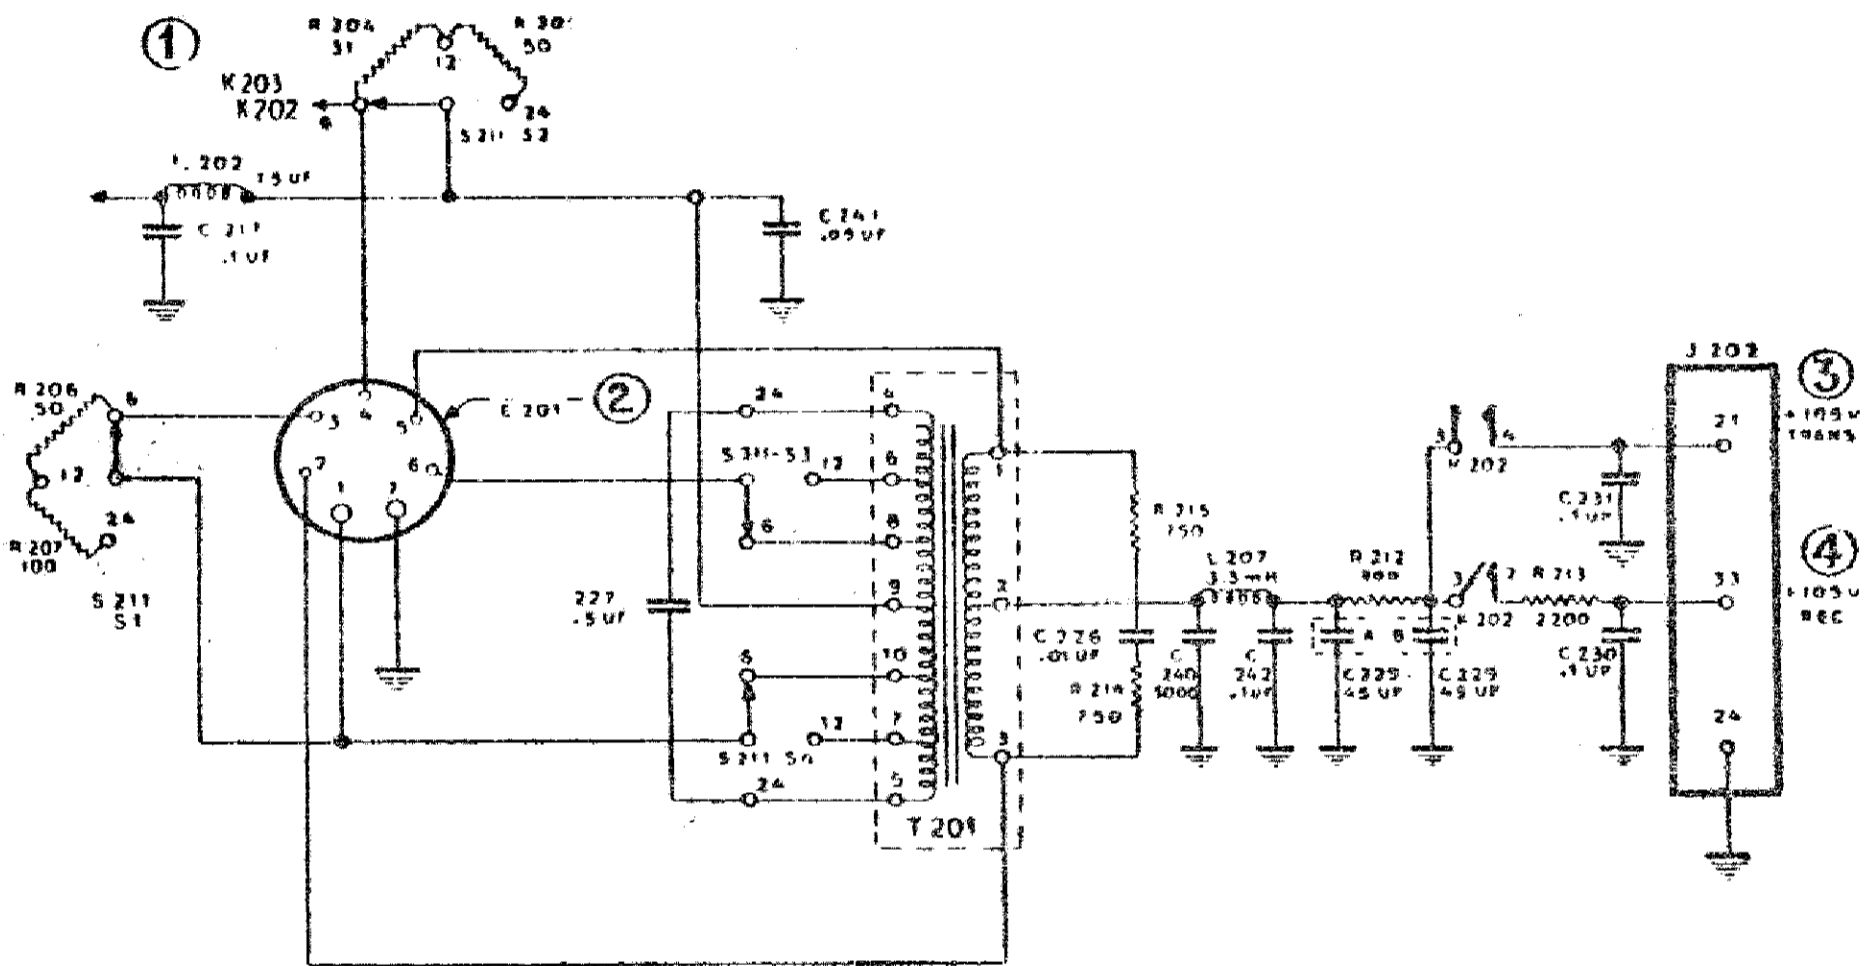

FIG. 40 - Alimentatore a motore dinamo DY-88/GRC-9 - Circuiti del vibratore.
b. Il relè del ricevitore K203 viene eccitato quando il comando (E) si trova sulla posizione « SEND » o su quella « STANDBY » (par. 56). La corrente della batteria passa attraverso i contatti 3 e 7 del relè K203 che sono chiusi oppure attraverso i contatti 5 e 6 del K202 oppure attraverso tutti e quattro i contatti (fig. 39). Perviene al commutatore di cambio tensione S211-S2 e va al terminale 9 del trasformatore T201 (fig. 40). Il commuta-
mobile, collegato al piedino 7, funziona similmente ad un campanello da porta (fig. 40). Però, il braccio mobile o lamina si muove avanti ed indietro molto più rapidamente di quanto non si muova la lamina di un campanello. La corrente, che attraversa la bobina del vibratore, attrae la lamina ed interrompe il circuito verso massa. La bobina viene così diseccitata e la lamina corre in direzione opposta completando così, ancora una volta, il circuito verso massa. Questa condizione si ripete dando luogo ad un movimento oscillatorio della lamina con una certa rapidità. Il braccio mobile si collega a massa attraverso il piedino 7 e fa altresì contatto coi piedini 1 e 6 nelle due direzioni opposte del movimento. I piedini 1 e 6 vengono quindi